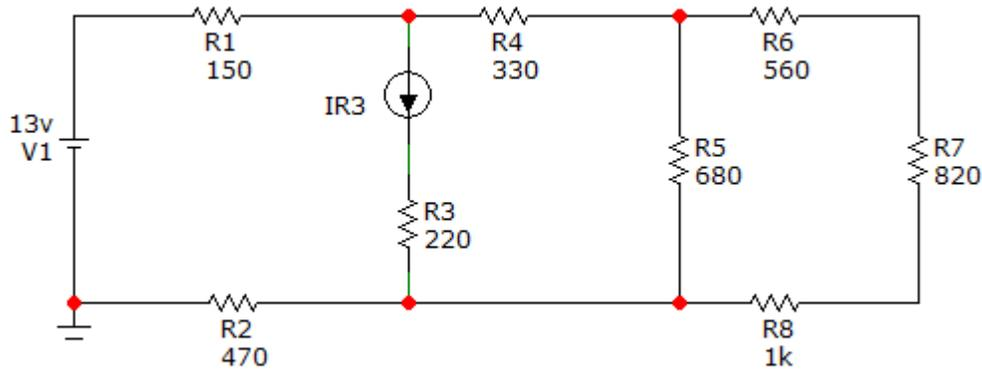

Figura 1.4
5. Conecte el multímetro como se muestra en la figura 1.4.